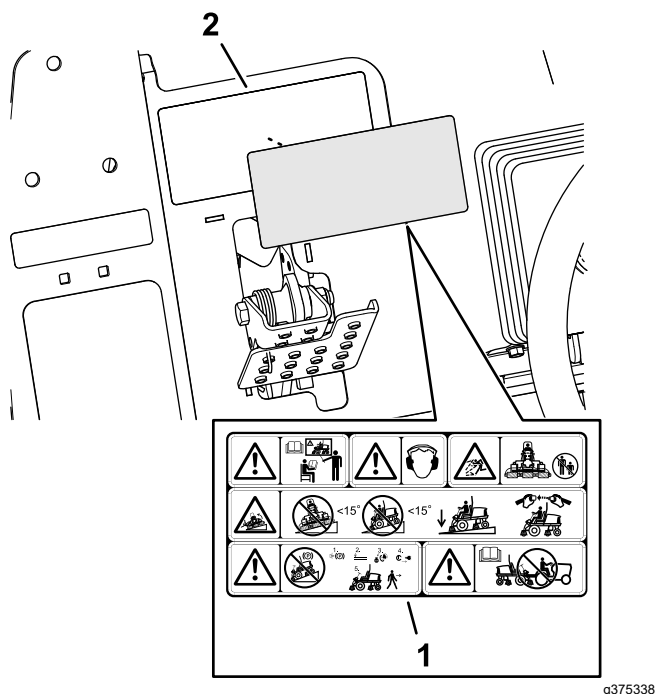

Figure 39
1. Avec de l'alcool à friction et un chiffon propre, nettoyez la surface de l'autocollant de sécurité 133-2930 et laissez sécher l'autocollant (Figure 39).